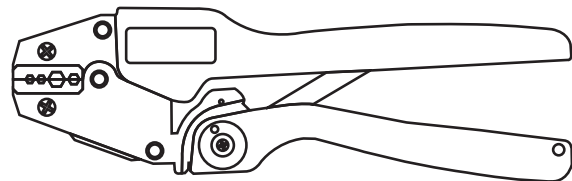

Bild 7 Crimpzange 6-kant für Mantelcrimpung
- Vercrimpen des POF-Kabelmantels mit dem Steckverbinderanker mittels 6-kant-Crimpzange (910CZ00100002) in der entsprechenden Schlüsselweite (SW 3,0) (s. Bild 7), bis die Crimpzange hörbar entriegelt.